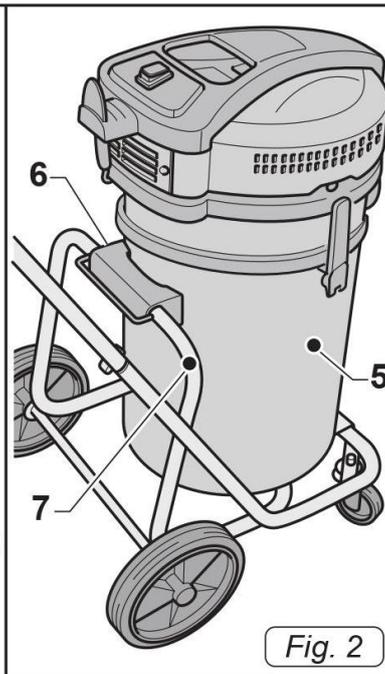

Fig. 2
- Placer støvsugeren på kørestellet (5, Fig. 2) således at plastikgrebet (6, Fig. 2) støtter på kørestellets metalstang (7, Fig. 2).